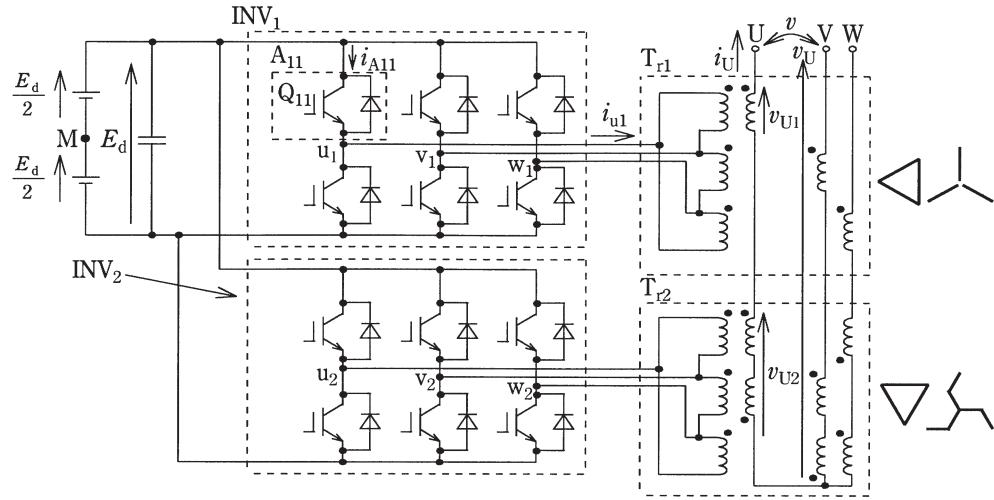
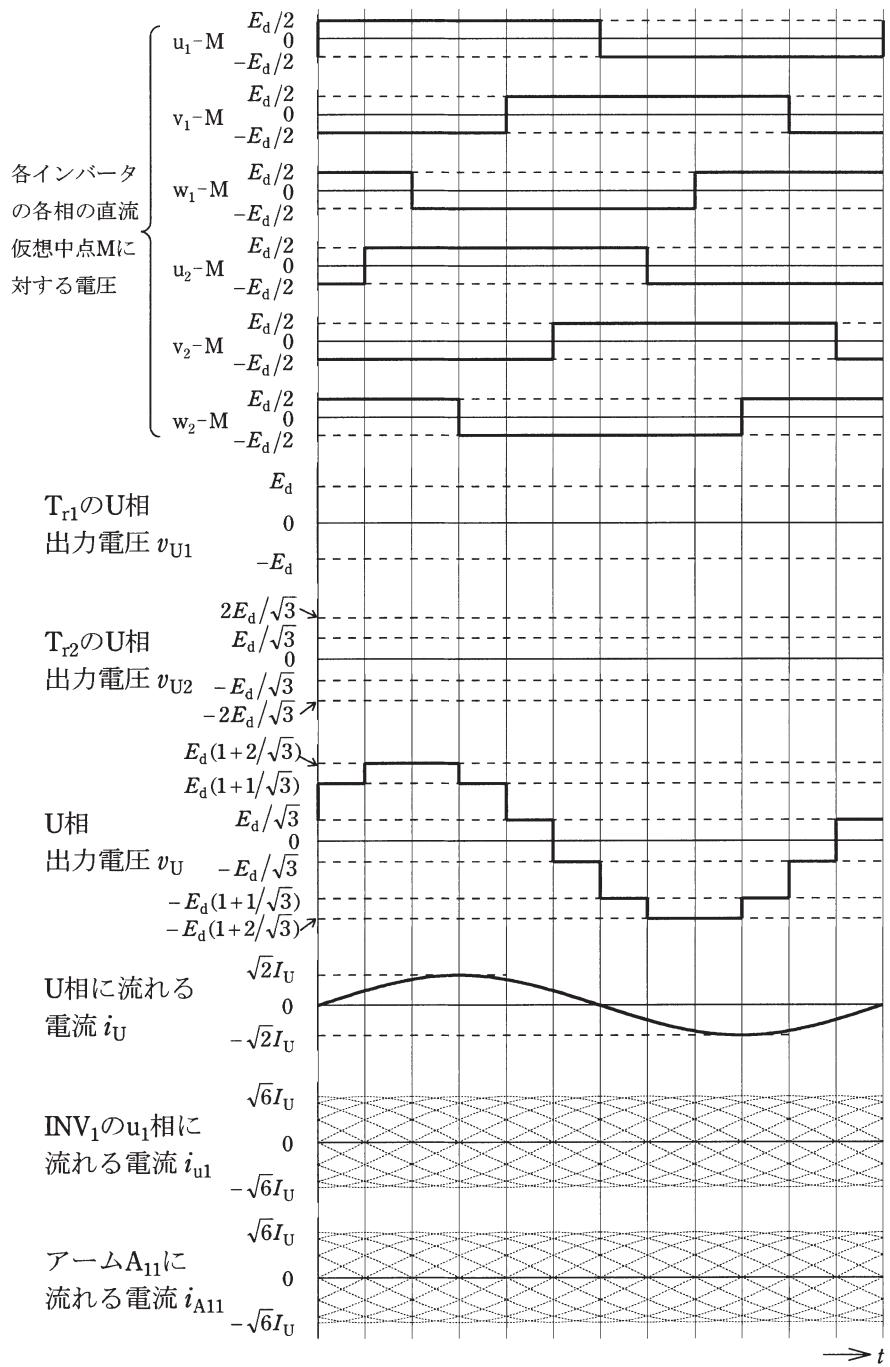

図1 2多重インバータ装置
図2 各部の波形
問3 図1は、三相ブリッジ接続の電圧形自励IGBTインバータ2台を変圧器で直列に多重接続した2多重インバータ装置の主回路である。
インバータINV₁及びINV₂は、直流の仮想中点Mに対する各相の電圧波形が図2のようになって動作している。変換装置用変圧器T_{r1}は、巻線の巻数比が1:1である。変換装置用変圧器T_{r2}は、直流側（インバータ側）が1に対して交流側（出力側）は $\frac{1}{\sqrt{3}}$ の巻数比の2組の巻線を図1に示すように千鳥結線している。次の間に答えよ。
- (1) 答案用紙に図2と同じ図が印刷されているので、このときのT_{r1}のU相出力電圧v_{U1}の波形、及びT_{r2}のU相出力電圧v_{U2}の波形を太い線で明確に描け。
- (2) 平衡した三相負荷を出力端子に接続したとき、U相には高調波成分を無視して図2に示す電流i_Uが流れた。答案用紙に図2と同じ図が印刷されているので、このときのINV₁のu₁相電流i_{u1}の波形、並びにIGBT Q₁₁及びその逆並列ダイオードで構成されたアームA₁₁に流れる電流i_{A11}の波形を太い線で明確に描け。
- (3) 2多重インバータ装置の出力端子における線間出力電圧vの基本波実効値V_{rms}を、直流電圧E_dを用いて表せ。
問4 フィードバック制御系について、次の間に答えよ。ただし、図2中のゲイン K は正の実数とする。